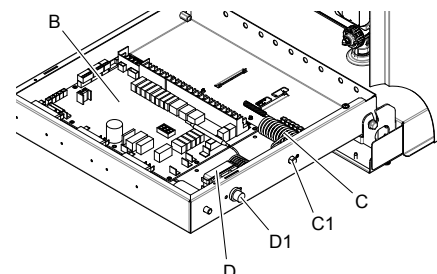

fig. 20 - binnenaanzicht van het schakelbord
- B Elektronische hydronische kaart (fig. 20)
- C Thermische beveiliging voor eenfasige elektrische weerstand met handmatige resetknop (ond. C1 fig. 20)
- D Thermische beveiliging voor driefasige elektrische weerstand met handmatige resetknop (ond. D1 fig. 20)